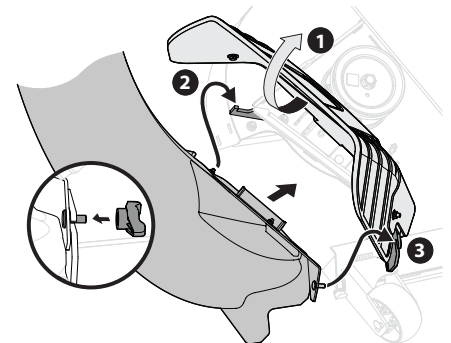

Figure 19
1. Soulevez le déflecteur d'éjection et retenez-le (1), installez le coude de la goutlotte (819-011300) en insérant la languette située en haut à l'arrière droite du plateau de coupe dans le trou de la goutlotte (2), comme indiqué dans la Figure 19.
2. Soulevez le coude de la goutlotte vers l'avant et glissez-le sous le déflecteur d'éjection relevé à l'étape 2, jusqu'à ce que le goujon du coude de la goutlotte s'aligne avec la fente du plateau de coupe. Voir (3) dans Figure 19.
3. Fixez le coude de la goutlotte sur le plateau de coupe avec l'écrou papillon (720-04122) fourni dans le kit de quincaillerie (689-02619). Voir l'encadré de la Figure 19.